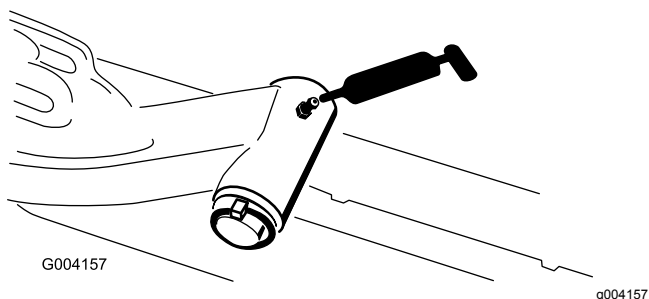

Figura 32
- Eje pivotante del brazo de elevación (1 en cada)—Figura 32